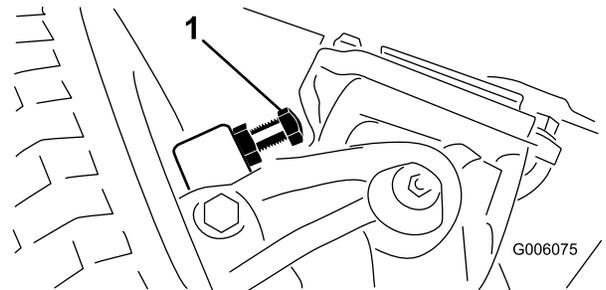

Рисунок 70
1. Заверните или выверните болты так, чтобы получить зазор 0,23 см; см. раздел Рисунок 70.